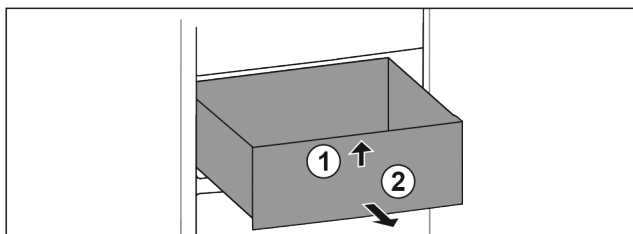

Fig. 97
- Nadzvedněte zásuvku vpředu. Fig. 97 (1)
- Vyjměte zásuvku dopředu. Fig. 97 (2)